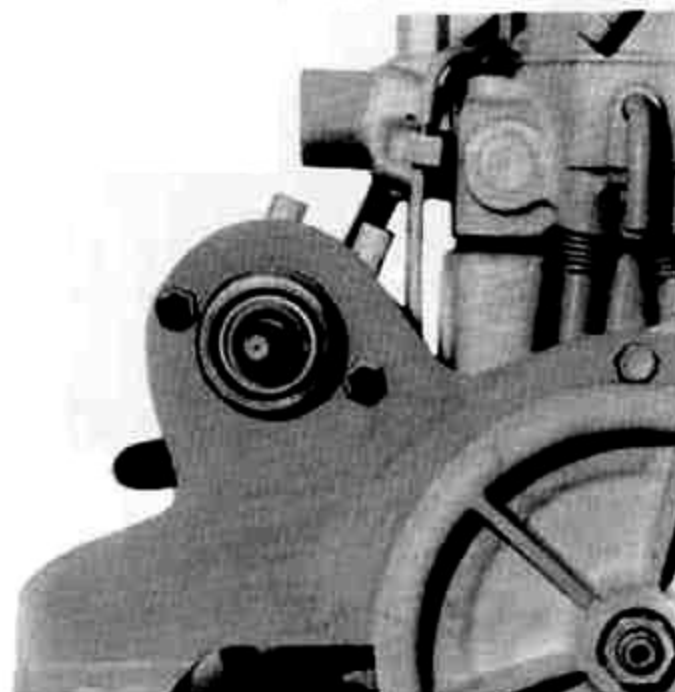

Fig. B23
- débloquer les boulons de retenue du support sur la plaque avant. (Fig. B23).
- loosen the bolts holding the support on the front plate (Fig. B23).